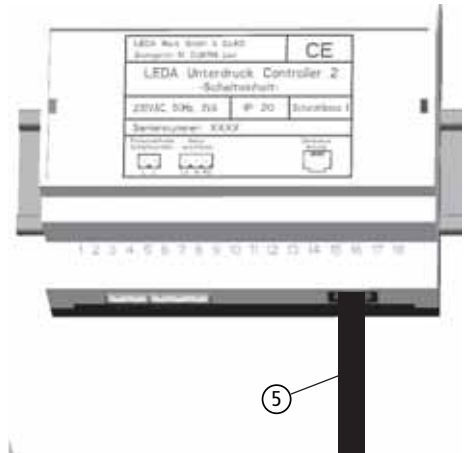

Abb. 4.11 Schalteinheit, Anschluss der Datenbusleitung
- 5 Die Datenbusleitung zwischen der Schalteinheit des LUC und der Bedien- und Messeinheit auf der rechten Buchse der Schalteinheit einstecken (siehe Abb. 4.11)